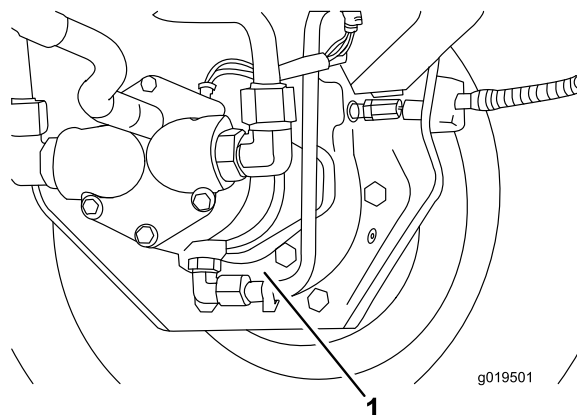

Figura 65
3. Mettete una bacinella sotto la scatola del freno, togliete il tappo di spurgo e lasciate defluire l'olio (Figura 65).